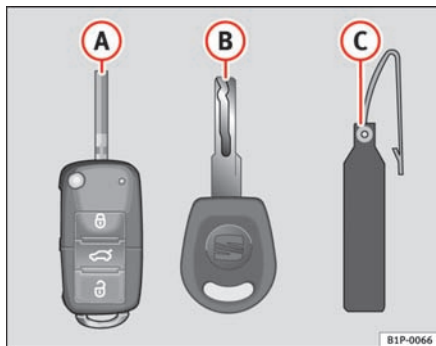

Fig. 54 Nøglesæt
- en nøgle med fjernbetjening ⇒ fig. 54 **A** (nøglen kan klappes ud)*
Det er ikke muligt at få lavet ekstranøgler uden nøglenummeret på nøglevedhængen ⇒ fig. 54 **B**. Derfor skal du være opmærksom på følgende: